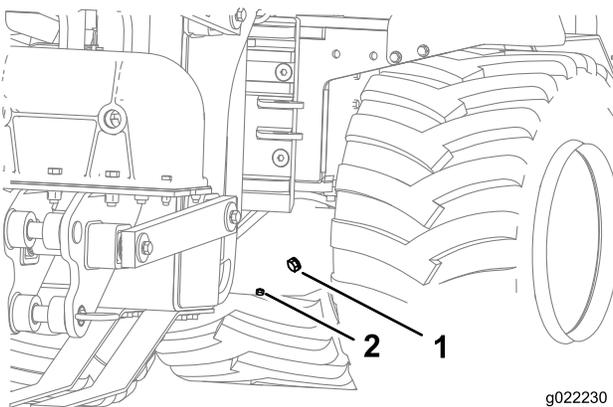

Figure 38
2. Desserrez le bouchon de vidange et vidangez l'huile (Figure 38).